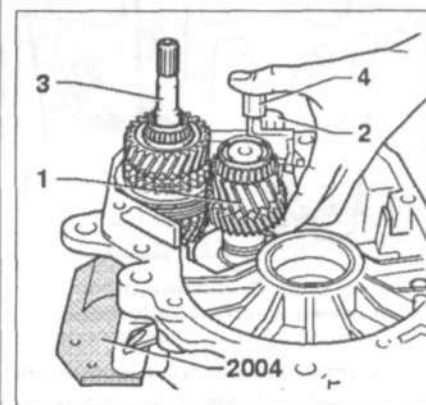

Рис. 8.37. Приподнимите выходной вал 1 со штоком включения 1-й и 2-й передач и установите ведущий вал 3 со штоком 4 включения 3-й и 4-й передач.
27. Приподнимите выходной вал 1 со штоком включения 1-й и 2-й передач и установите ведущий вал 3 со штоком 4 включения 3-й и 4-й передач (рис. 8.37).